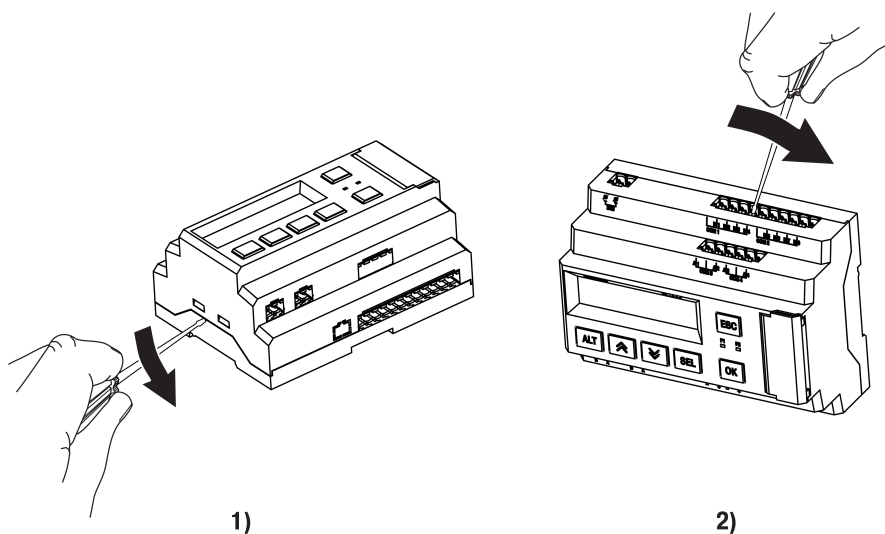

Рисунок 8.1 – Снятие верхней крышки
2. Снять верхнюю крышку. Для этого отверткой вывести из зацепления защелки основания из отверстий в торцевых поверхностях крышки (см. рисунок 8.1, 1). Приподнять крышку над основанием.
3. Отверткой отогнуть крышку от разъемов на среднем уровне с двух сторон (см. рисунок 8.1, 2). Усилие следует прикладывать у нижних разъемов.